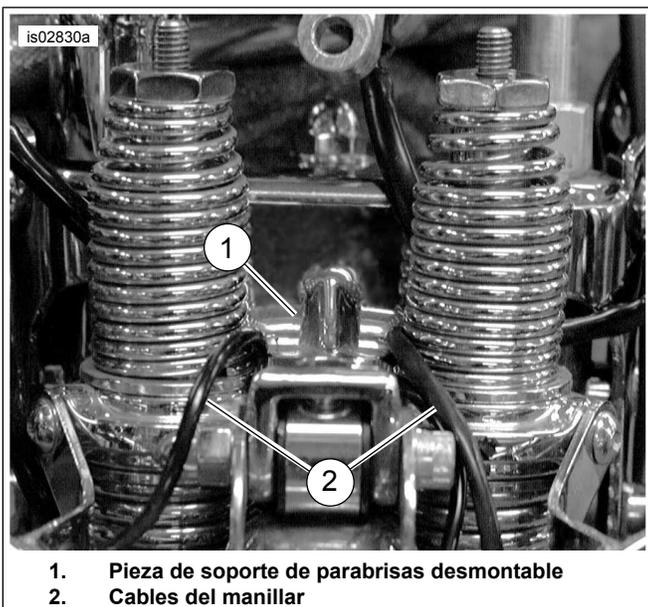

Figura 1. Ubicación de los cables alrededor de la pieza de soporte
9. Vea Figura 1. Deslice la pieza de soporte cromada del parabrisas (1) a su lugar. Mantenga los cables del manillar (2) en la parte delantera exterior de la pieza de soporte.